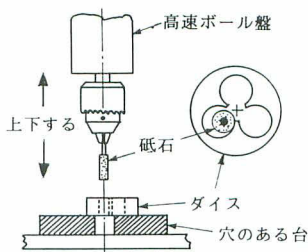

図12-9
- ①普通にねじを切ってから、ダイスを裏返してもう一度切ると、ねじの根元のやや近くまで切れます。
- ②ダイスの不良に注意。ダイスの刃先が欠けたり摩耗したりしますと；
- 切った面に「むしれ」が発生して非常に汚くなることがあります。など、いろいろと事故が多いものです。応急的にダイスを裏返して使うと改善される場合もありますが、いさぎよく新品に交換すべきです。欠けまたは摩耗が小さい場合には高速ボール盤にミニ砥石^{といし}を付けて研磨できます(図12-9)。
- ③チャックが小さいと手回しでも工作物がスリップすることがあります。差支えなければ工作物径をや、小さめに削っておくとスリップも減り、力も少なくて済みます。